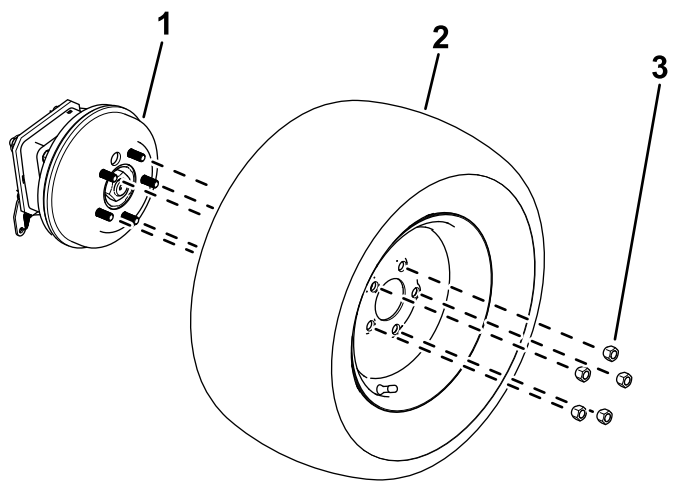

Figure 10
2. Desserrez et retirez les écrous de roue (Figure 10).
3. Déposez les roues des moyeux (Figure 10).
1. Fixez les roues sur les moyeux à l'aide des écrous de roues retirés précédemment (Figure 10).